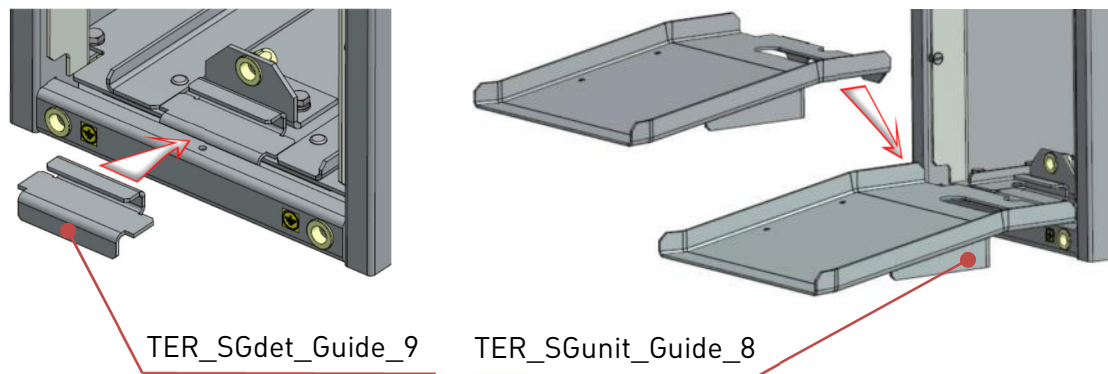

Рис.4.25. Установка ловителя и подставки
- Установить ловитель TER_SGdet_Guide_9 (рисунок 4.25 – слева) и подставку TER_SGunit_Guide_8 (рисунок 4.25 – справа).